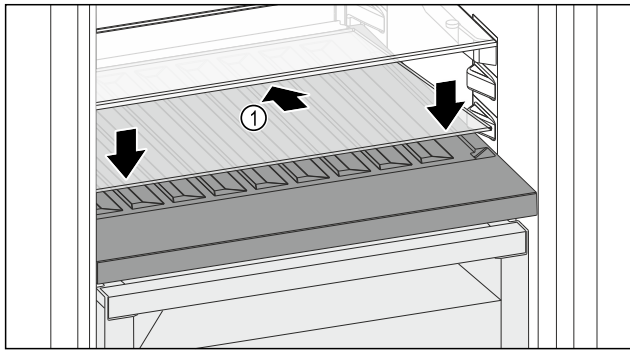

Fig. 143
- ▶ Glasplatte Fig. 143 (1) schräg und nach hinten unten geneigt ansetzen.
- ▶ Glasplatte Fig. 143 (1) vorne absenken.